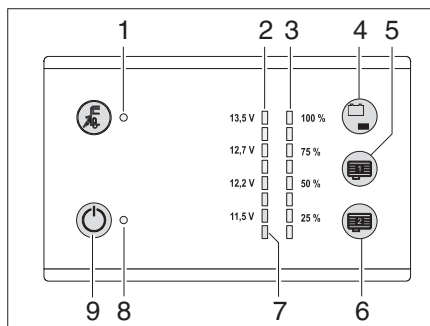

Bild 94 Panel LT 101 / LT 102
Nivån i vattentanken kan avläsas med sensorknappfältet (Bild 94,4).
- Berör sensorknappfältet (Bild 94,4): Nivån i vattentanken visas i fyra steg med lysdioderna (Bild 94,3) (25 % till 100 %).
Nivåerna i de inre liggande avloppstankarna (extrautrustning) kan avläsas med sensorknappfälten (Bild 94,5 och 6).
- Berör sensorknappfältet (Bild 94,5 eller 6): Nivån i den motsvarande tanken visas i fyra steg med lysdioderna (Bild 94,3) (25 % till 100 %).
Den röda varnings LED (Bild 94,7) blinkar när spänningen i bodelsbatteriet endast är 11 V (mätning under pågående drift) och risk för djupurladdning föreligger.
Med sensorknappfältet (Bild 94,4) kan bodelsbatteriets laddningsnivå avläsas.
- Berör sensorknappfältet (Bild 94,4): Bodelens batteriladdningsnivå visas.
Med huvudbrytaren 12 V (Bild 94,9) kopplas panelen och bodelens 12 V-försörjning till eller från.
- Berör sensorknappfältet (Bild 94,9): 12 V-försörjningen för bodelen är påslagen. Kontrollampen (Bild 94,8) lyser grönt.
- Berör sensorknappfältet (Bild 94,9) igen: 12 V-försörjningen för bodelen är avstängd. 12 V-kontrollampen (Bild 94,8) slocknar.
- ▷ Om varnings LED:en för djupurladdning (Bild 94,9) blinkar kan försörjningen inte slås på, eftersom batterispänningen är för låg.